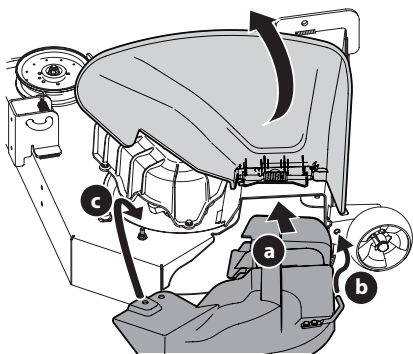

Fig. 4
2. Para instalar o desinstalar el adaptador para abono, haga pivotar el canal de descarga hacia arriba. Consulte la Fig. 4. Inserte el adaptador para abono en la abertura del canal de descarga.